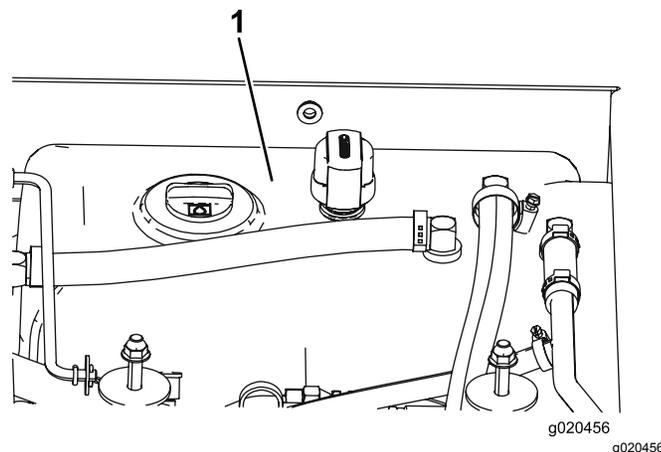

Рисунок 67
3. Залейте гидравлическую жидкость в бак (Рисунок 67); см. Замена гидравлической жидкости \(страница 59\).